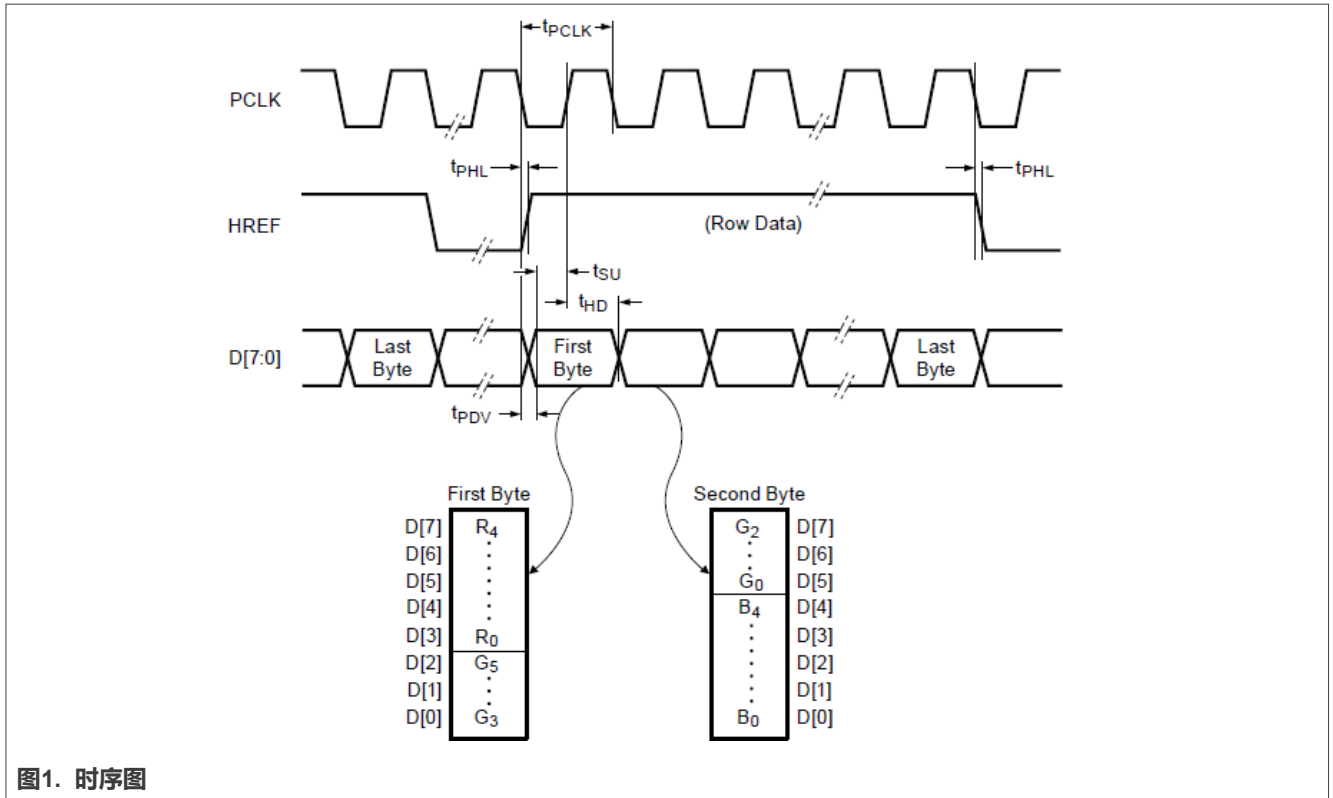

图1. 时序图
1. 摄像头模块必须在RGB565模式下配置，时序图如图1所示。